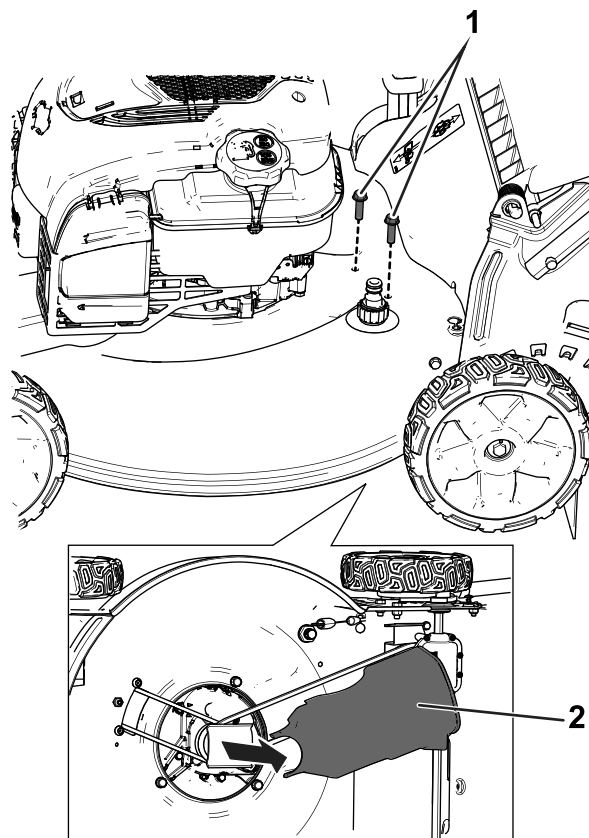

Figure 3
7. Retirez et conservez le couvercle de courroie inférieur arrière ainsi que les boulons correspondants (Figure 3).